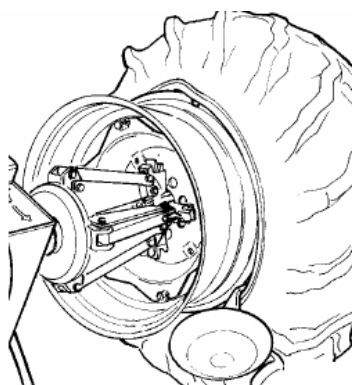

Рисунок 25
8) Передвигайте рычаг вперед, пока красная точка не окажется на одной линии с внешней кромкой обода на расстоянии 5мм от него (см. рис.25).